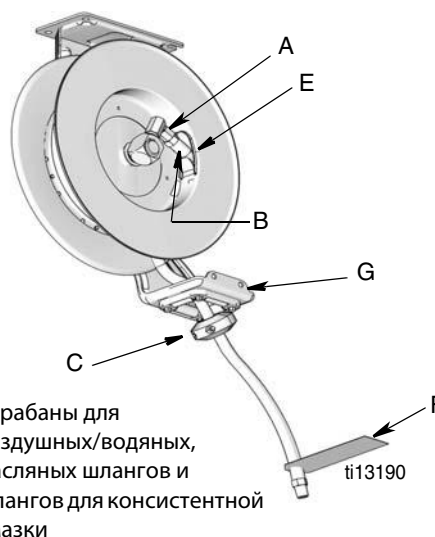

Рис. 12
- Остановите барабан в положении, где остается доступ к шарниру шланга (A) (Рис. 12) и барабан надежно зафиксирован.
7. Протяните конец шланга (B) через направляющую (G), а затем через отверстие (E) в барабане (Рис. 12).